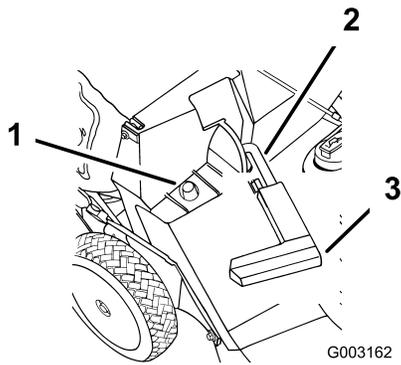

Figura 22
2. Asegúrese de que el tirador de la puerta de descarga está totalmente hacia adelante y que la clavija está situada en el cierre (Figura 22).
2. Levante el tirador de la puerta de descarga y muévalo hacia adelante para que la clavija entre en el cierre (Figura 22).
3. Coloque el agujero del armazón de la bolsa sobre el poste de retención del conducto de descarga (Figura 22).